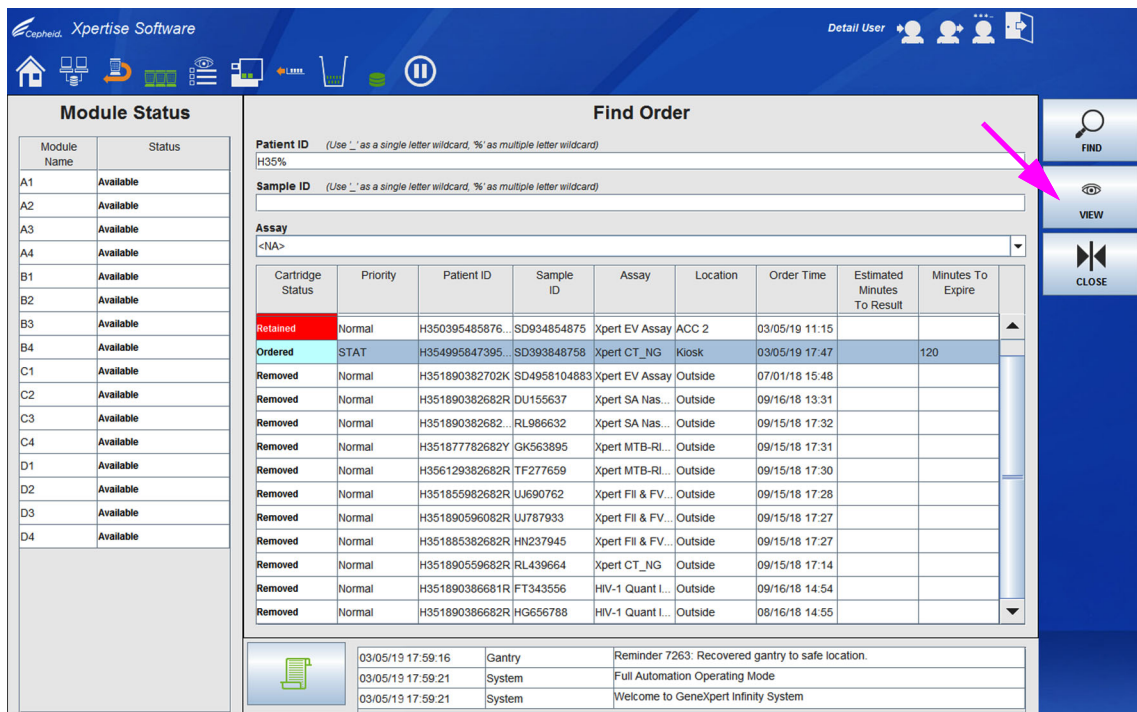

図 10-58. オーダーの検索ワークスペース、オーダーのステータスを示す例
オーダーの検索 (Find Order) ワークスペースにオーダーが表示されます (図 10-58 を参照)。オーダーの検索 (Find Order) ワークスペースには、要求した患者 ID、サンプル ID、および / またはアッセイに関連するオーダーのリストが表示されます。
5. 表示したいオーダーを選択またはハイライト表示してから、**表示 (VIEW)** ボタンを選択します。図 10-58 を参照。